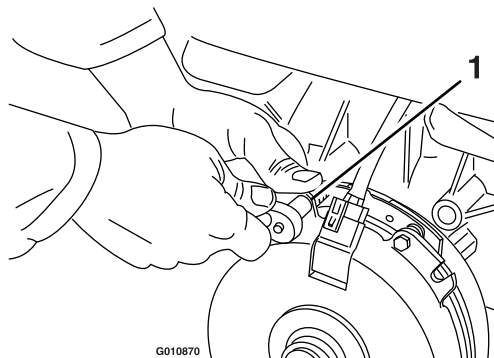

図 64
- A. 図 64に示すように、両方のブレーキ取り付けボルトを 1/2-1 回転ゆるめる。